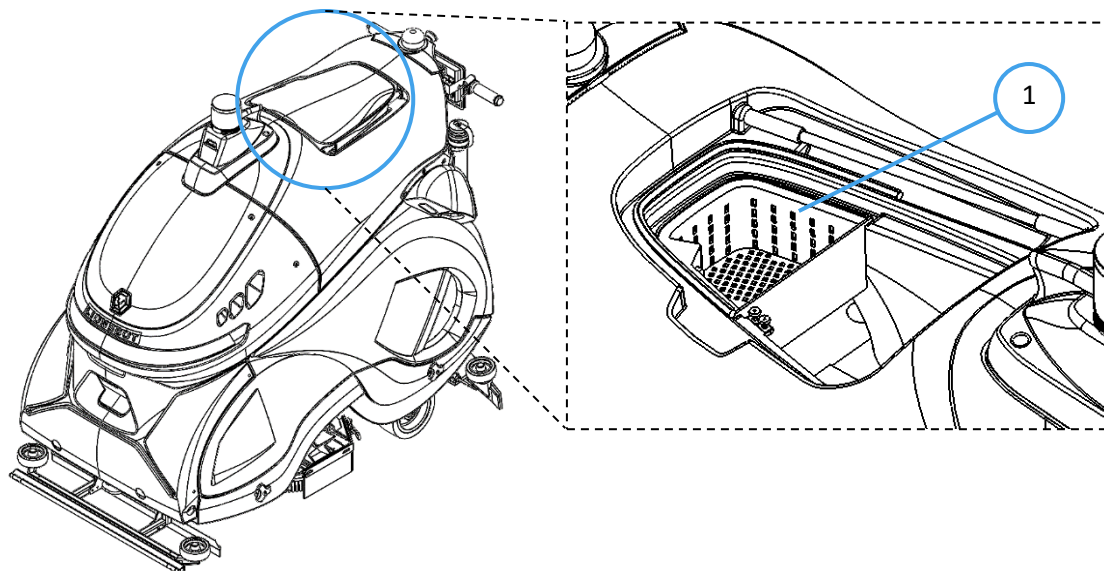

Fig. 2
4. Verwijder de puinruimkooi (Fig 2 – 1)